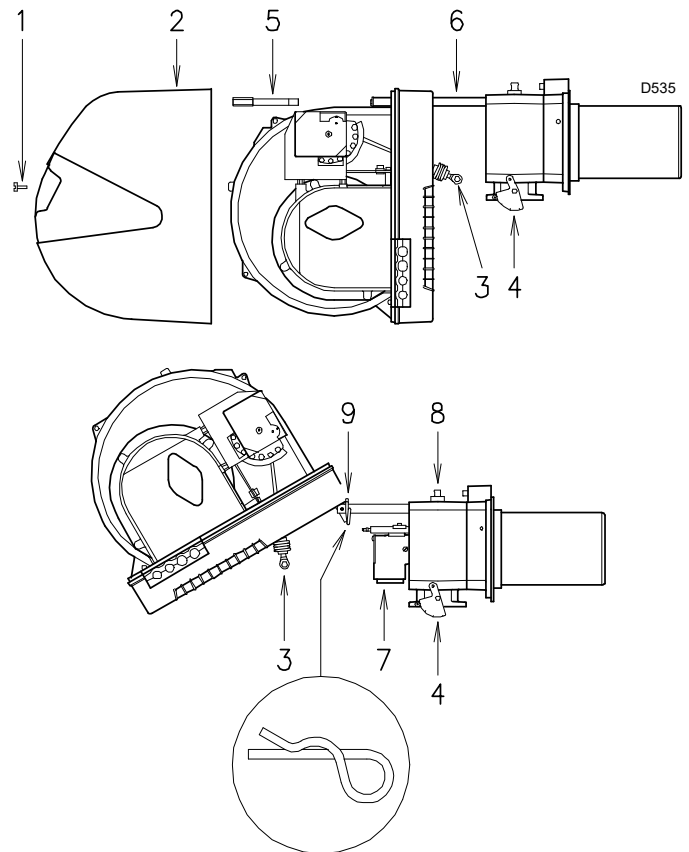

Fig. 37
- Quitar el tornillo 1) y extraer la cubierta 2)(Fig. 37).
- Soltar la rótula 3) del sector graduado 4)(Fig. 37).
- Sacar el tornillo 5) y el pasador hendido 9) y hacer retroceder el quemador sobre las guías 6)(Fig. 37) aproximadamente 100 mm.
- Girarlo como se aprecia en la figura e introducir en el orificio de una de las dos guías el pasador 9)(Fig. 37), de modo que el quemador permanezca en esta posición.
En este punto es posible extraer el distribuidor de gas 7), después de haber desenroscado el tornillo 8)(Fig. 37).
- Quitar el pasador 9)(Fig. 37) y empujar el quemador hasta que esté a unos 100 mm del manguito.
- Volver a colocar el tornillo 5) y el pasador 9)(Fig. 37) y, con cuidado, tirar de los cables de la sonda y del electrodo hacia afuera hasta que queden ligeramente tensados.
- Volver a enganchar la rótula 3) en el sector graduado 4)(Fig. 37).